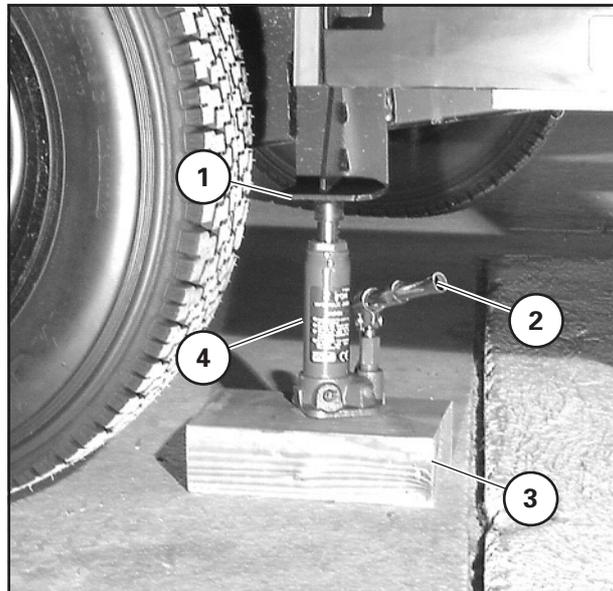

Bild 52 Wagenheber unter Anhängerrahmen
Der Wagenheber darf nur an den Rahmenwinkeln gemäß Bild 52 angesetzt werden.
2. Den Wagenheber gemäß Bild 52 auf der Anhängerseite aufbauen, auf der die Klappstütze getauscht werden soll.